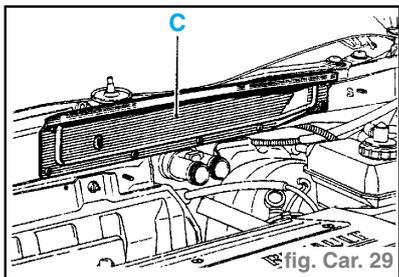

fig. Car. 29
- la plaque de fermeture (C) (7 rivets de Ø 5 mm), (fig. Car. 29)